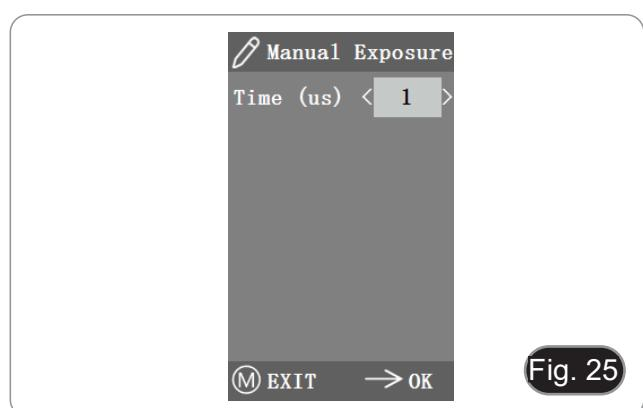

Fig. 25
- In esposizione manuale, è possibile anche regolare l'esposizione regolando il valore di "tempo di esposizione". (Fig. 25)